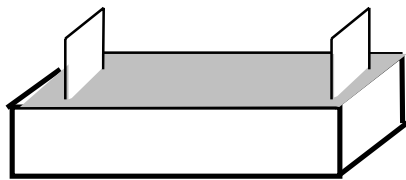

Figura 1
2.- Alisar la superficie de la arena lo mejor posible, insertar las placas de aluminio en la arena de forma paralela, como se muestra en la figura 1. Medir experimentalmente con la ayuda del multímetro la capacitancia que se forma entre las placas conductoras. Si se considera una diferencia de potencial de 20 volts entre las placas, realizar las mediciones necesarias para poder calcular la carga ( $Q$ ) de las placas, la permitividad relativa de la arena  $\epsilon_r$ , y el trabajo ( $W$ ) si se considera un tiempo de un segundo.